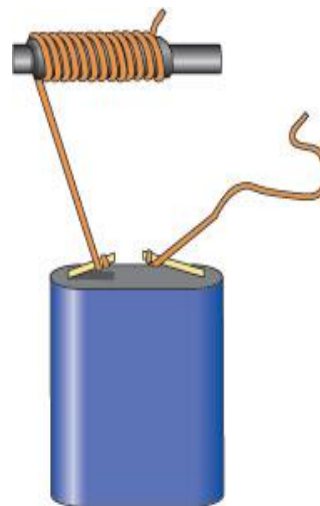

Imagen 3.1 Electroimán conectado a una batería.
- **Fuente de energía:** Puede usarse una batería de 9V o una fuente de corriente regulada para proporcionar la electricidad necesaria, esto se puede observar en la **Imagen 3.1**. Esta fuente es esencial, ya que su voltaje y capacidad de corriente afectan directamente la intensidad del campo magnético producido.